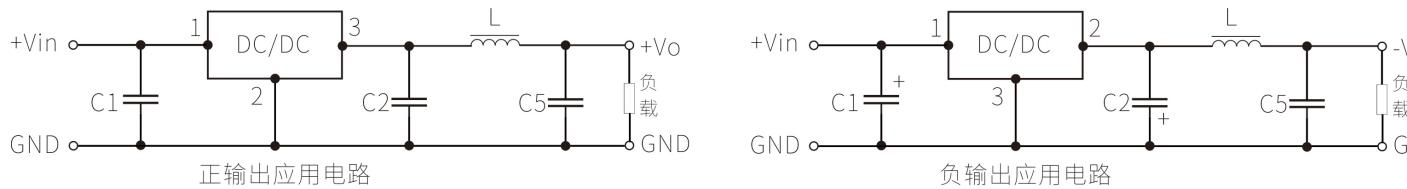

图3 'LC' 滤波应用电路
5. 若需要进一步减小输出纹波，可在输出端外接一个“LC”滤波网络，L 推荐值为 10 μ H-47 μ H，C5 推荐值为 22uF 如图 3 所示。